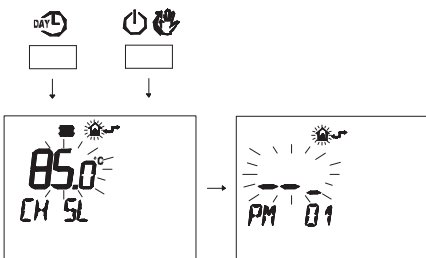

Рисунок 5.45
- Нажмите одновременно кнопки **DAY** и **ON**, чтобы войти в поле ввода настроек (Рисунок 5.45).